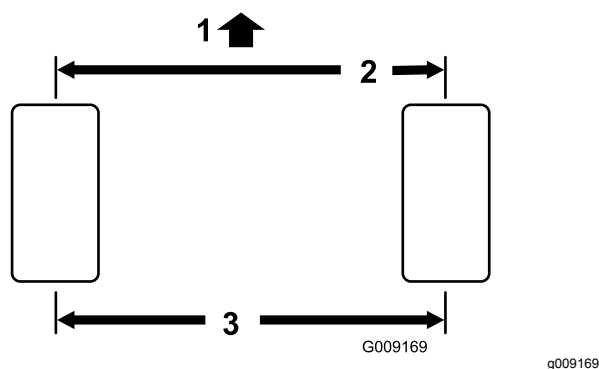

Рисунок 87
2. Измерьте межцентровое расстояние (на высоте моста) на передней и задней стороне рулевых колес (Рисунок 87).